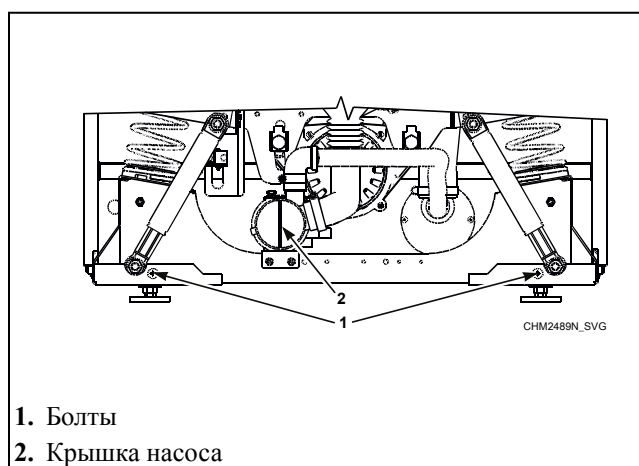

Рис. 52
- c. Выкрутите болты и снимите переднюю панель корпуса. См. Рис. 52.